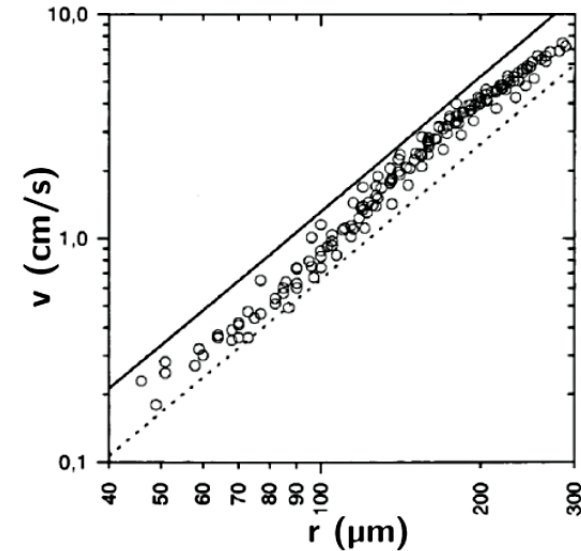

FIGURE 2 – Résultats expérimentaux relatifs à la vitesse ascensionnelle des bulles de champagne. Liger-Belair et al. (2000).
4. Des mesures conduisent aux résultats fig.2. Qu'en pensez-vous ?